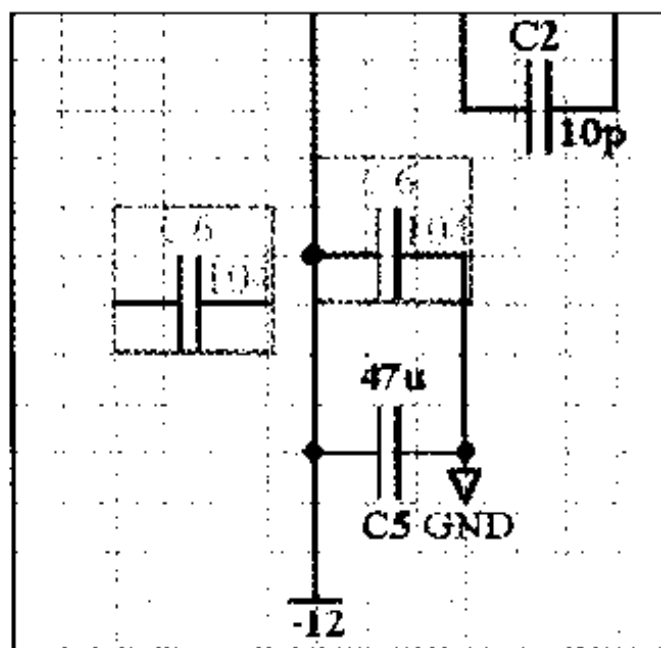

图 3-39 在图纸中粘贴对象
- (1) 进行拷贝或剪切工作后,选择 Edit > Paste,此时鼠标箭头变为十字光标。
- (2) 将十字光标移动到图纸中的适当位置单击,将剪贴板中的对象放置在图纸中,此时新放置的对象周围也显示出黄色方框,表示处于被选中的状态,如图 3-39 所示。